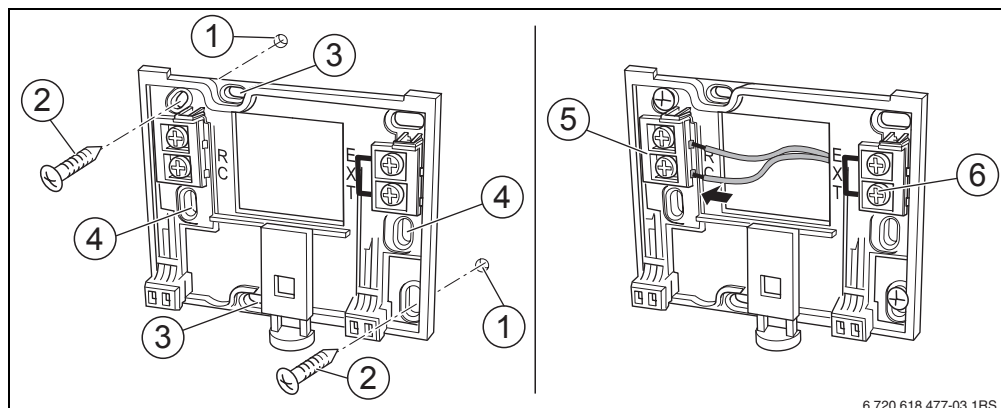

Fig. 3 Montaje del soporte mural (izquierda) y conexión eléctrica (derecha)
- Monte el soporte mural (→ fig. 3, izquierda).